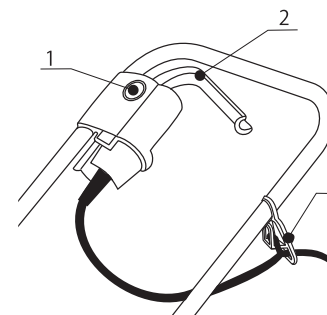

Рисунок 2
4.7 Включение / выключение газонокосилки роторной электрической осуществляется с помощью выключателя 2 (рис.2). Для удобства и безопасности работы газонокосилки электрический оборудован кнопкой блокировки от случайного включения 1.